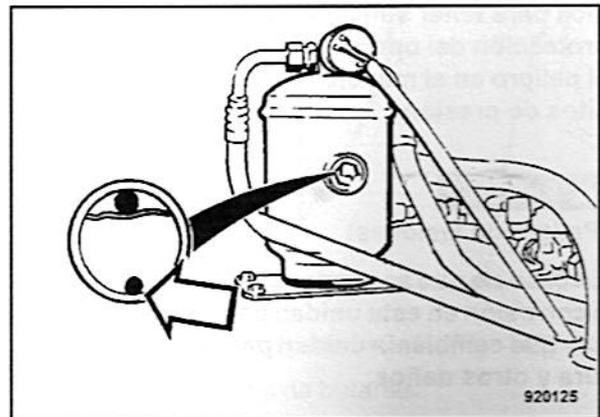

Fig. 137
- Comprobar la perla indicadora de humedad (Fig. 137) en el cristal de observación de la unidad secadora/colectora.